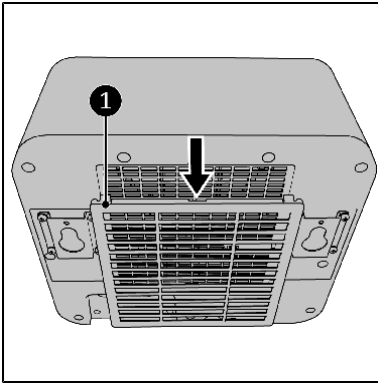
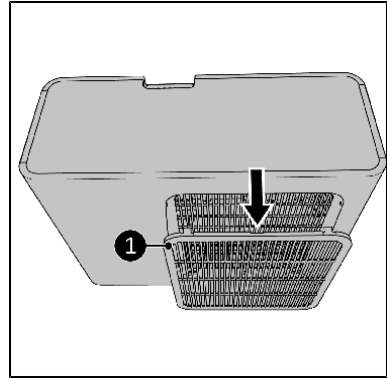

Figura 15
Figura 16
2. Retire la rejilla (figura 15, número 1 para la unidad interior y figura 16, número 1 para la unidad exterior) y, a continuación, retire el filtro.